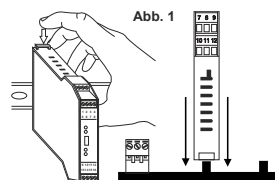

Abb. 1
- 2) Setzen Sie die hintere Steckverbindung IDC10 des Moduls in einen freien Slot der Halterung für Hutschienen ein, wie auf **Abb. 1** gezeigt. (das Einsetzen macht keine Fehler möglich, da die Steckverbindungen gepolt sind)
- 3) Ziehen Sie zur Befestigung des Moduls an der Hutschiene die beiden Haken an der hinteren Steckverbindung IDC10 an, wie auf **Abb. 1** gezeigt.